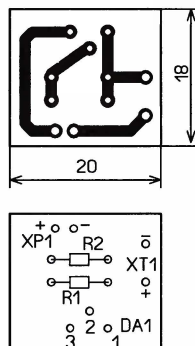
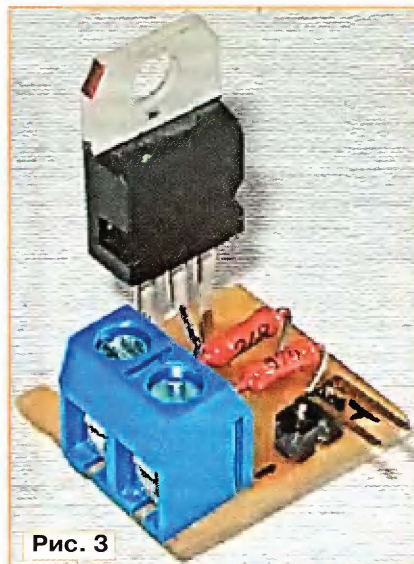

Рис. 2
Рис. 3
**рис. 2.** Применены резисторы МЛТ, С2-23, микросхему LM317T можно заменить ее аналогом — KP142EH12A, вилка для подачи питания — PLS-2, клеммник для подключения контролируемой цепи — 300-021. Внешний вид смонтированной платы показан на рис. 3.